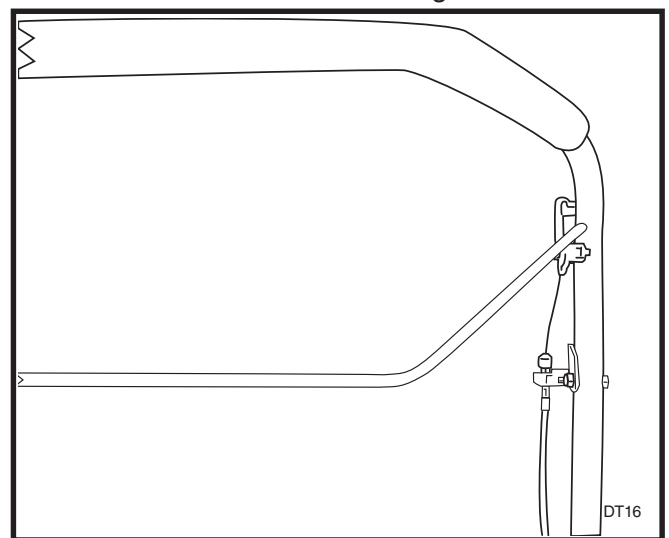

ABBILDUNG 9
21. Befestigen Sie das obere Kabelende am Griff und montieren Sie das Kabel durch den Kupplungsgriff. Bringen Sie den Kupplungsgriff am Griff an. Siehe Abbildung 9.